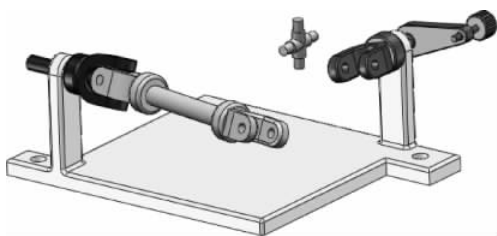

图 3-66 插入十字轴
(1) 单击【装配体】工具栏中的【插入零部件】按钮,弹出【插入零部件】的属性设置。单击【浏览】按钮,在弹出的【打开】对话框中选择零件【十字轴】,单击【打开】按钮,在图形区域的合适位置单击插入,如图 3-66 所示。